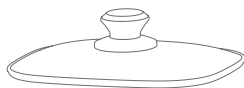

Fig 4
- ① Quando si installa la padella griglia, assicurati di posizionarla stabilmente sul corpo principale.
- ② Durante il riscaldamento, la temperatura superficiale della padella è alta. Non toccarla direttamente, altrimenti potrebbe causare ustioni.
- ③ La padella griglia viene utilizzata solo per friggere e grigliare. Non usarla per riscaldare liquidi.
4. Coperchio della bistecchiera: il coperchio della bistecchiera viene utilizzato insieme alla bistecchiera per migliorare l'efficienza del riscaldamento e prevenire schizzi d'olio. (Fig. 4).